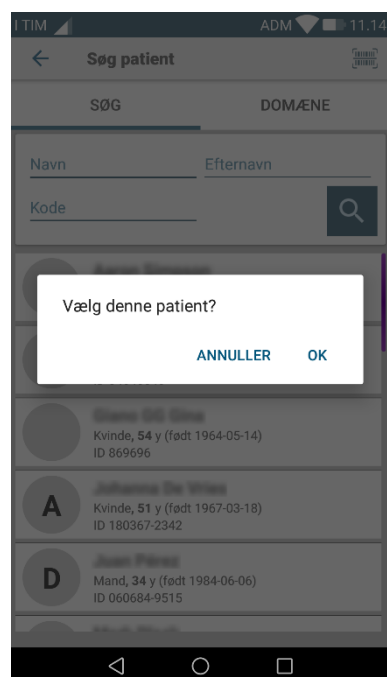

Fig 36
- Berør feltet, der svarer til en patient, for at vælge patienten. Brugerbekræftelse er påkrævet (Fig 36).